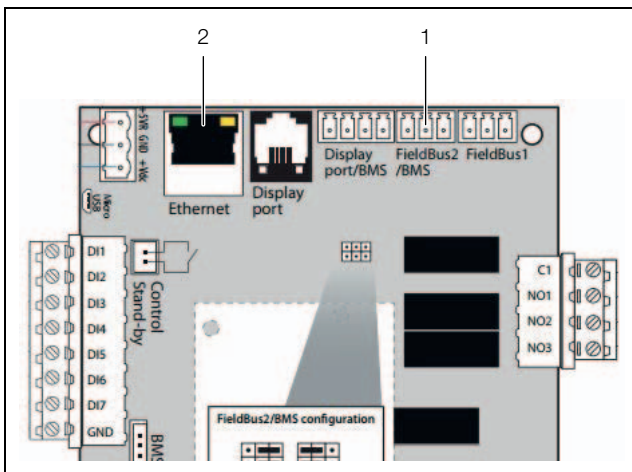

Abb. 10: Anschlüsse
- Verwenden Sie auf der Platine den Anschluss „Field-Bus2“ (Abb. 10, Pos. 1), um das Gerät mit einem Überwachungsgerät zu verbinden.
- Verwenden Sie auf der Platine den Anschluss „Ethernet“ (Abb. 10, Pos. 2), um das Gerät über Webseiten mit einem Überwachungsgerät zu verbinden.